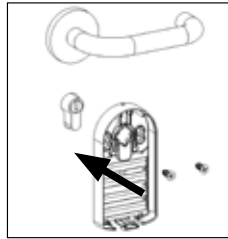
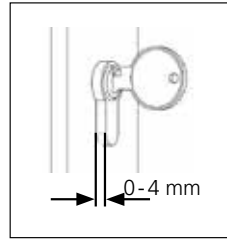

Abb. 1
Abb. 2
- 6.1 Schieben Sie auf der Innenseite der Tür die Rückenschale über den Zylinder, in dem Sie den Zylinder in die Öffnung der Rückenschale führen und die Rückenschale vollflächig an die Tür drücken (Abb. 1). Der Zylinder darf nicht zu weit hervorstehen (Abb. 2), damit die Rückenschale spaltfrei und ohne Verbiegen angedrückt bzw. angeschraubt werden kann.
- 6.2 Schrauben Sie die Rückenschale mit den dem Set beiliegenden Schrauben fest. (Abb. 1).